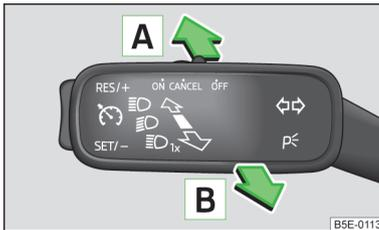

Abb. 28
- Den Hebel in Stellung **A** (gefederte Stellung) » Abb. 28 stellen.
- Wenn das Fernlicht gerade automatisch eingeschaltet ist, den Hebel in Stellung **B** (gefederte Stellung) » Abb. 28 stellen.